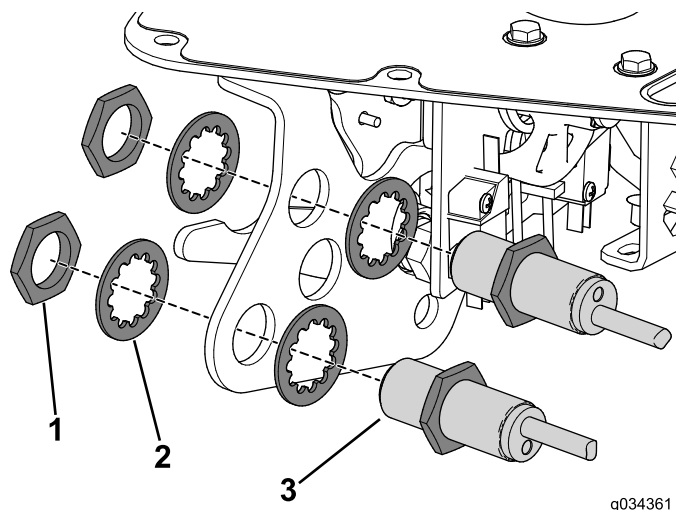

図 23
3. 近接センサーを機能レバーブラケットに固定する先ほど外したナットとロックワッシャを使う 図 23。